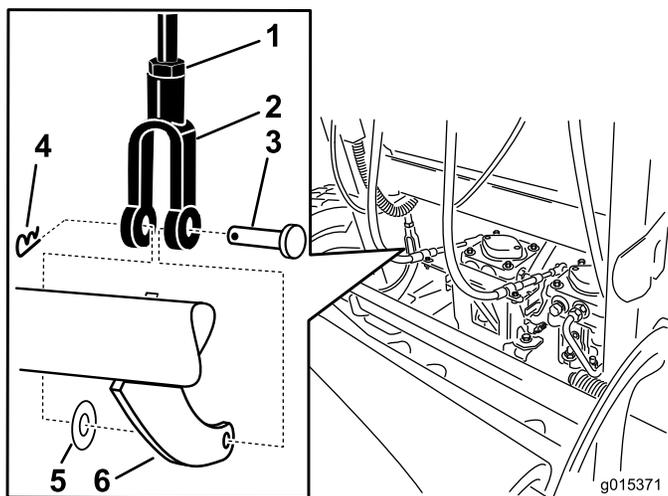

Figura 64
5. Para ajustar o travão, retire o contrapino tipo gancho e o passador de forquilha da alavanca inferior do travão e da culatra (Figura 64).
6. Desaperte a porca de bloqueio (Figura 64).
7. Rode a culatra (Figura 64).
8. Fixe a culatra à alavanca inferior do travão com o contrapino tipo gancho e o passador de forquilha (Figura 64).
9. Aperte a porca de bloqueio (Figura 64).